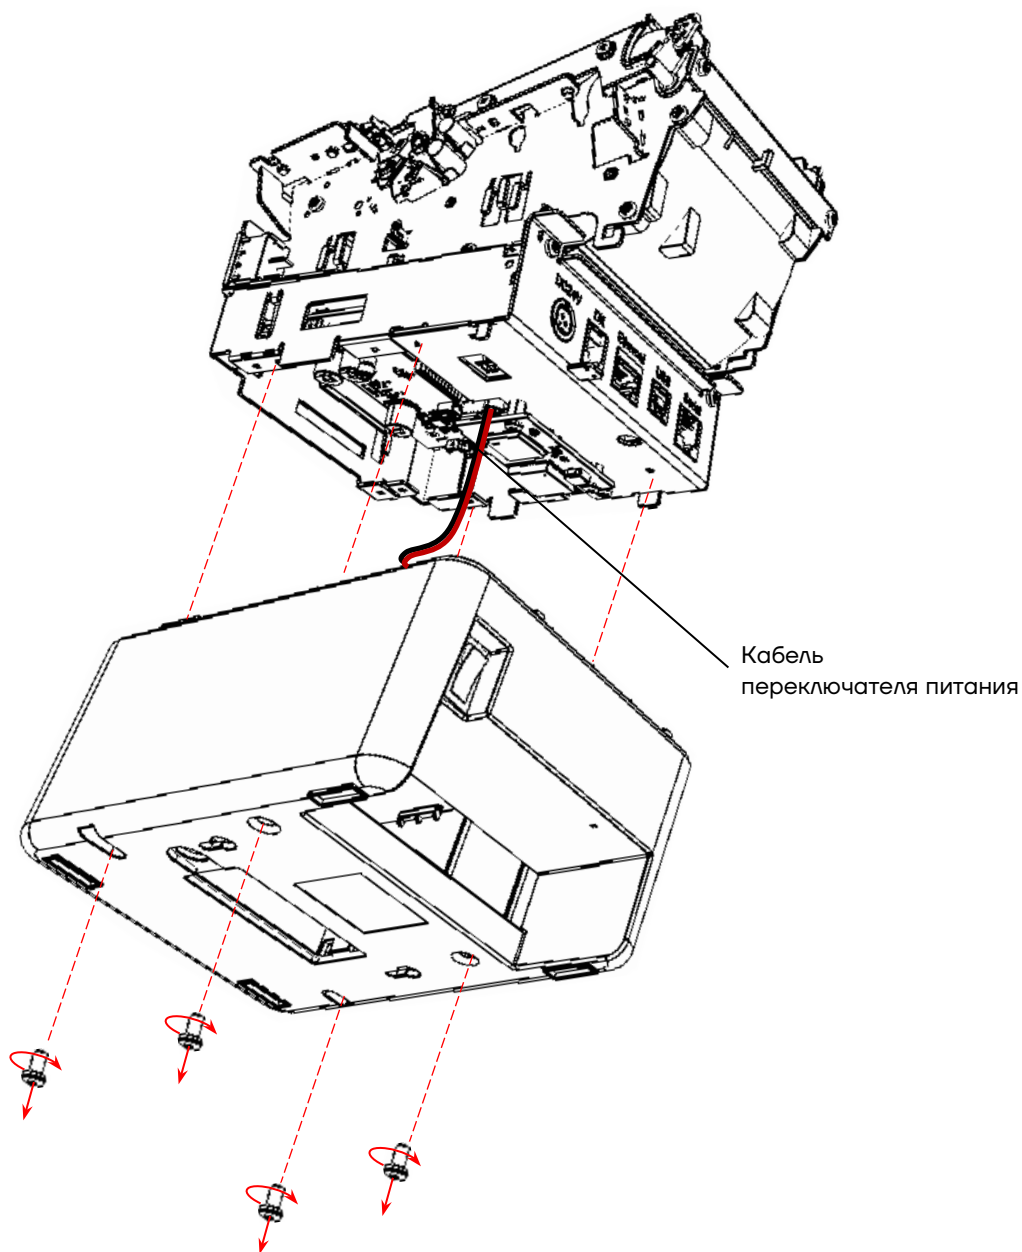

Рисунок 20. Отделение нижней части корпуса от печатающего устройства
14 Установить корпус печатающего устройства в нижнюю часть корпуса изделия, вкрутить четыре винта крепления (рисунок 20).
- 5** Установить корпус печатающего устройства в нижнюю часть корпуса изделия, вкрутить четыре винта крепления (рисунок 20).